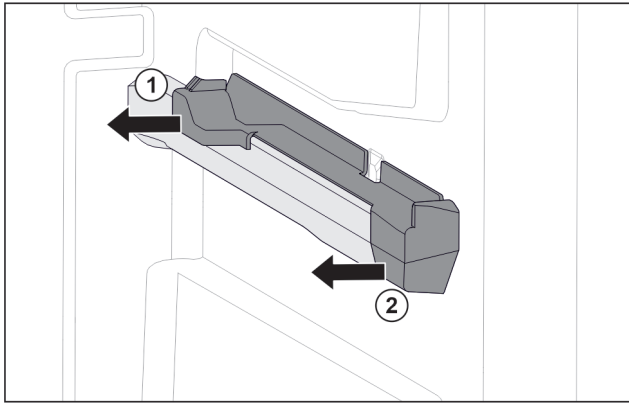

Fig. 108 Вставна частина на правому ребрі для резервуару
- ▶ Відсунути вставну частину назад вбік. Fig. 108 (1)
- ▶ Відсунути вставну частину вперед вбік. Fig. 108 (2)